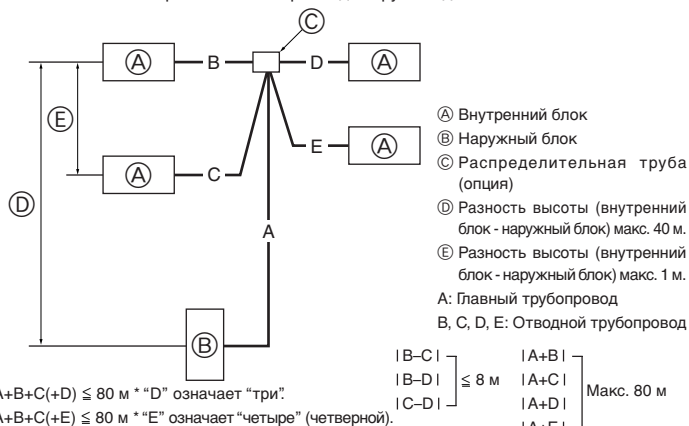

Fig. 5-8
5.8. Для двойной/тройной/четверной комбинации (Fig. 5-8)